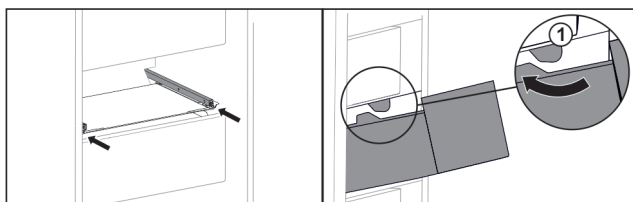

Fig. 134
- ▶ Vedte zásuvku podél zarážek Fig. 134 (1).